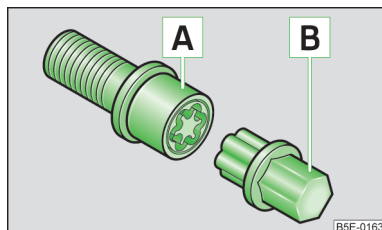

Fig. 185
- Insérez à fond l'adaptateur [B] » fig. 185 sur son côté denté jusqu'en butée dans la denture intérieure du boulon antivol [A] de telle façon qu'il dépasse encore du six-pan extérieur.